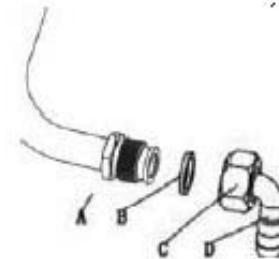

Рисунок 5
- D: Соединитель с зубцами для шланга (см. Рисунок 5*)